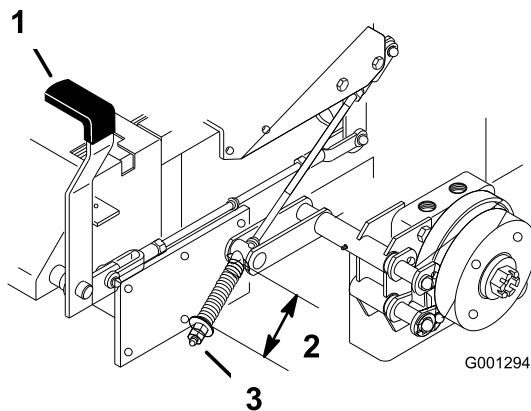

Bild 86
2. Messen Sie die Länge der Feder (Bild 86).
3. Falls Sie eine Einstellung vornehmen müssen, lösen Sie die Feststellbremse, lockern Sie die Klemmmutter unterhalb der Feder und ziehen Sie die Mutter direkt unter der Feder an (Bild 86).